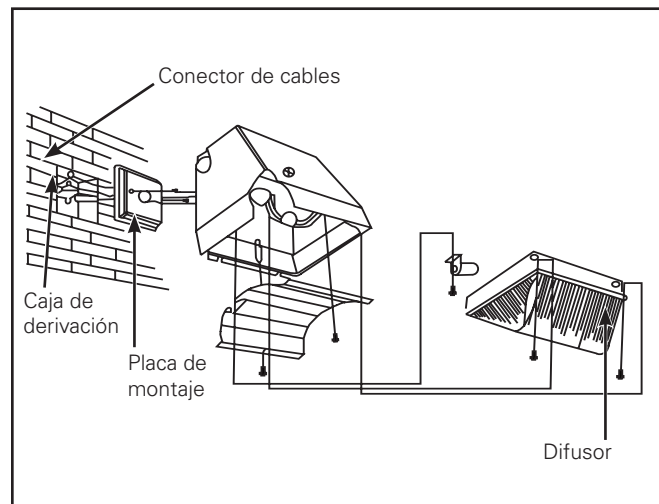

Figura 1.
1. Retire la placa de montaje de la luminaria y retire los dispositivos de drenaje. (Figura 1.)